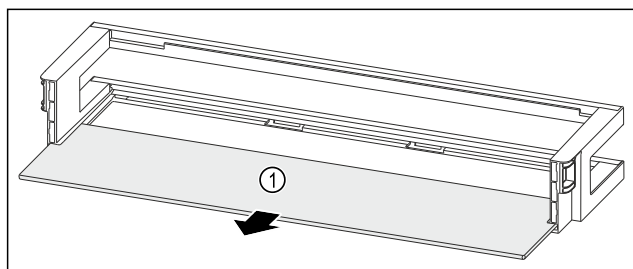

Fig. 162 Balconnet de contre-porte avec tablette de rangement
- Retirer la tablette de rangement Fig. 162 (1).